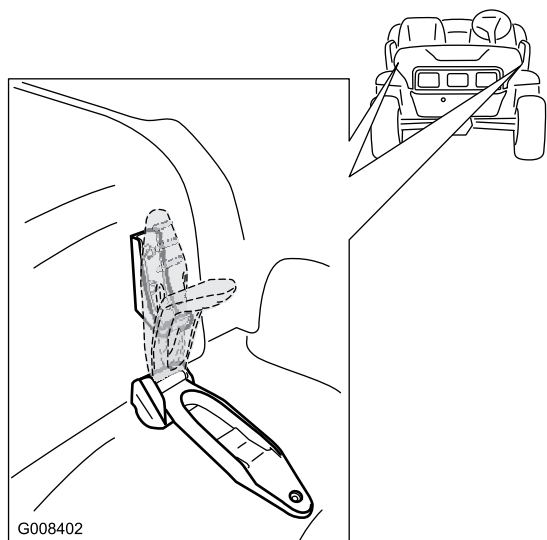

Figure 26
1. Soulevez la poignée des loquets en caoutchouc de chaque côté du capot (**Figure 26**).
2. Fixez le capot en alignant les loquets en caoutchouc sur les ancrages de verrouillage de chaque côté du capot (**Figure 26**).